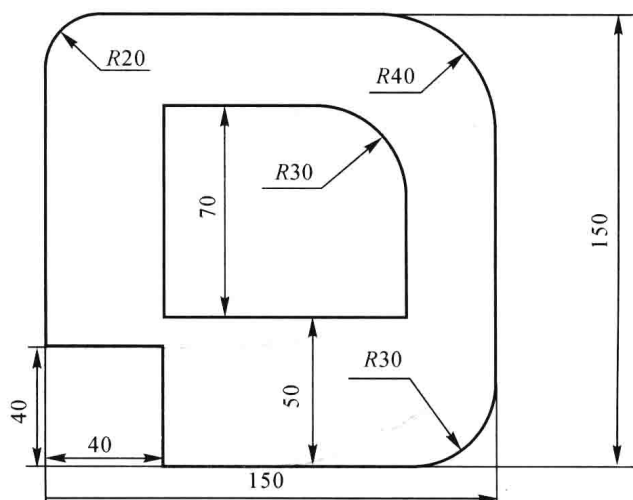

图 1.19 手工剪切
2. 简述手工剪切的操作过程及要点, 完成如图 1.19 所示零件的手工剪切操作。